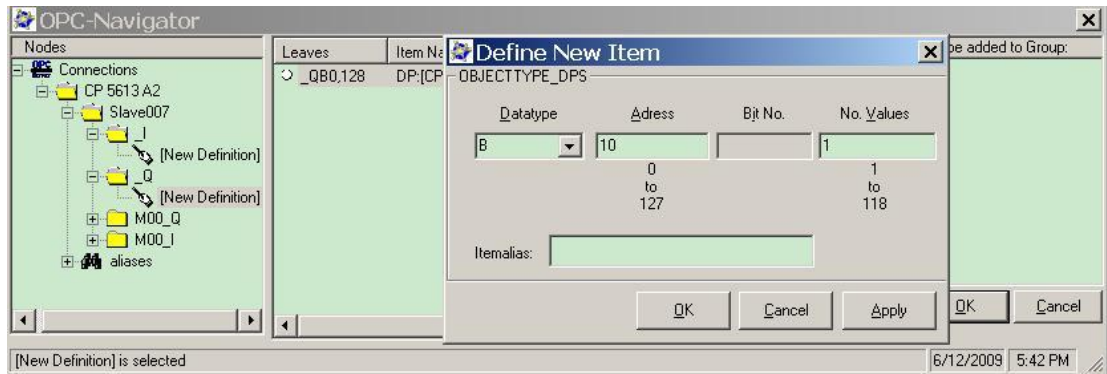

图 30 定义条目
3. 双击“New Definition”，打开“Define New Item”对话框。可在此定义 I 区或 Q 区的标签地址与数据类型。注：Datatype、Address、No.Values 参数必须定义，No.Values 是指数据长度。定义完成后，点击“OK”确认。如图 30。